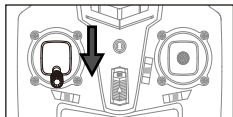
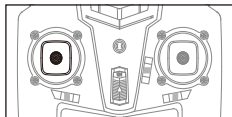

图8
图9
2. 开启遥控器开关，将左控制杆推至最低位后松手（图8），左控制杆自动回到中点位置（图9），此时遥控器进入待对频状态；